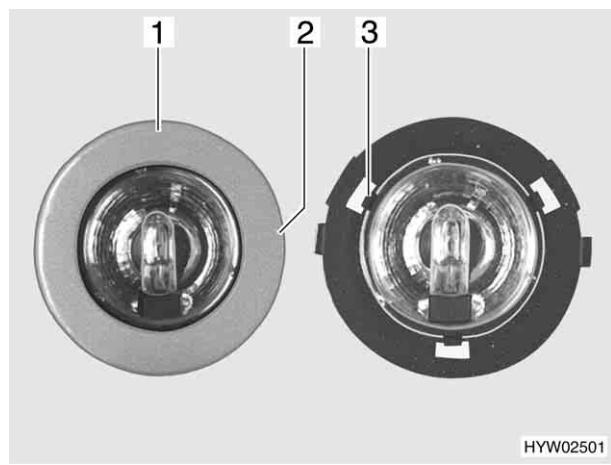

Fig. 107 Lampada alogena
- Girare lentamente il diaframma (Fig. 107,1) finché il nasello (Fig. 107,2) dell'involucro non si arresta a scatto nella scanalatura sottostante del diaframma.
- Tre griffe (Fig. 107,3) tengono ferma la lastra di vetro della lampada alogena nell'involucro. Spingere di lato una delle tre griffe.